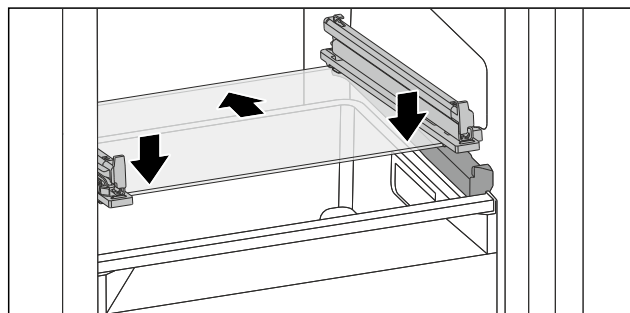

Fig. 134 Стекла́нная пластина откидного выдвижного ящика
- ▶ Наклоняя вниз, установите стеклянную пластину за стопоры. (см. Fig. 134)